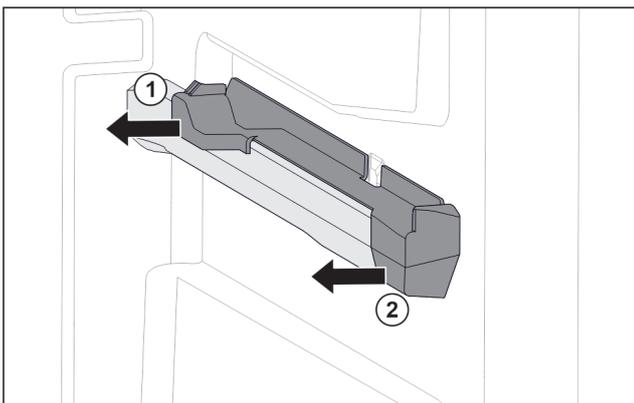

Fig. 71 Aufsteckteil auf der rechten Behälterrippe
- ▶ Aufsteckteil unten hinten greifen. Fig. 71 (1)
- ▶ Aufsteckteil hinten zur Seite abziehen. Fig. 71 (1)
- ▶ Aufsteckteil vorne zur Seite abziehen. Fig. 71 (2)